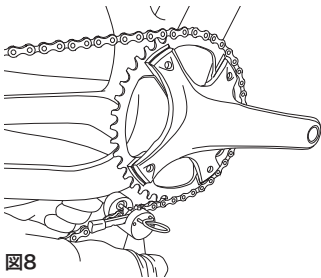

図8
- 図8のように、ツール **UT-CN400** を準備します。